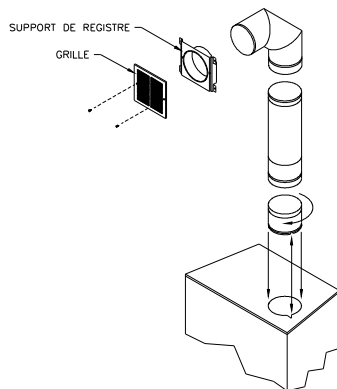

Figure 15
(Voir Fig.15)
1. Retirez les plaques obturant les trous de 8" dia. sur le dessus du foyer. Coupez ensuite la laine isolante de façon à obtenir deux ouvertures libres de 8" de diamètre. Fixez ensuite les adaptateurs sur les ouvertures en effectuant un mouvement de vissage dans la paroi du foyer (figure 15).